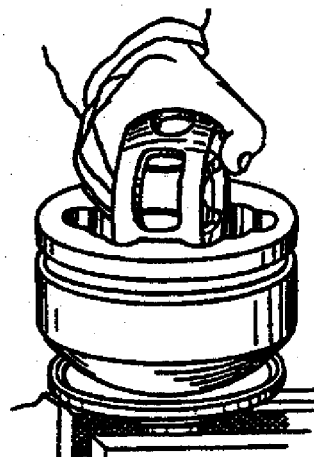

Fig. 3-79. Posicionamento para remoção da gaiola e aro.
13. Posicionar a gaiola e o aro, de maneira que os alojamentos alargados da gaiola se disponham em frente das saliências do corpo da articulação (fig. 3-79) e remover o conjunto da gaiola e aro.